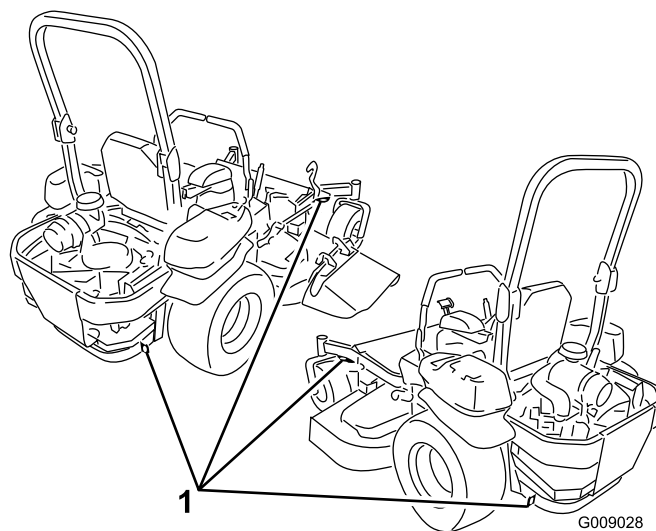

Figura 31
5. Utilizzate gli anelli di ancoraggio metallici sulla macchina per fissare saldamente la macchina al rimorchio o all'autocarro per mezzo di cinghie, catene, cavi o corde (Figura 31).